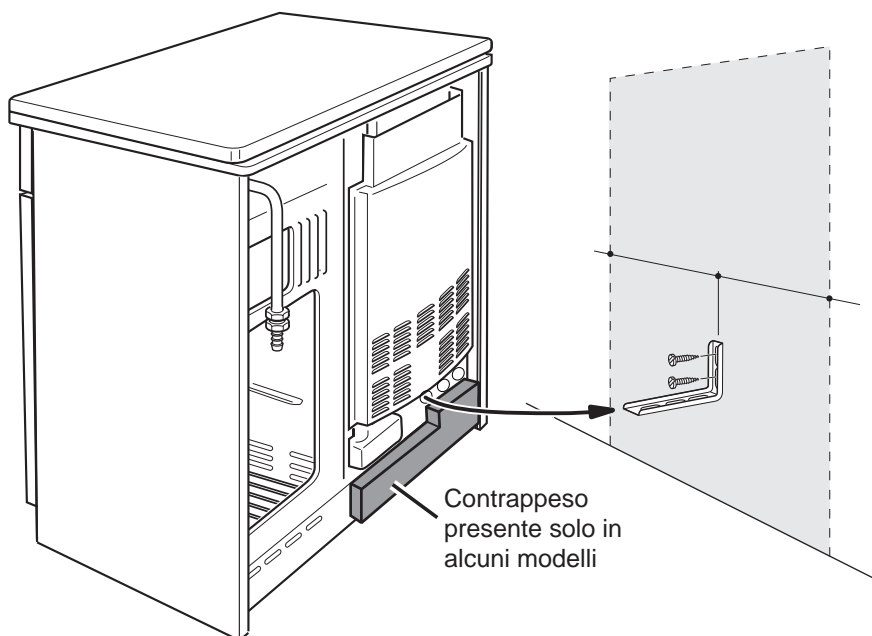

Fig. 1.3
4. Avvicinare la cucina alla parete e regolare l'altezza della staffa antiribaltamento in modo che possa inserirsi nella fessura sul retro della cucina, come mostrato in fig. 1.3.